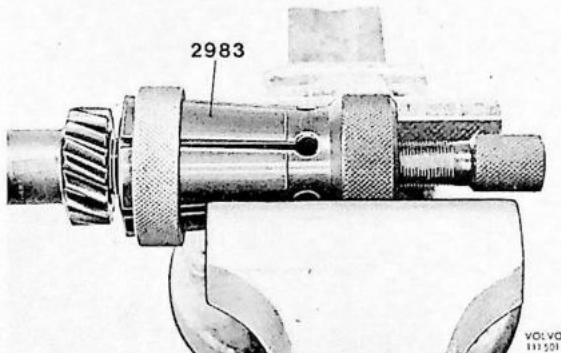
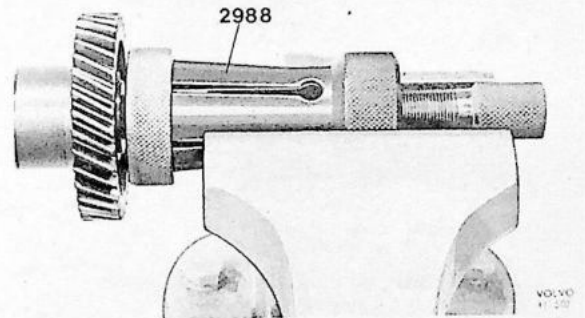

Fig. 3 Verwijderen binnenring achterste lager.
Fig. 4 Verwijderen binnenring voorste lager.
8. De binnenringen van de lagers van het torentandwiel worden verwijderd met behulp van 999 2983 (fig. 3) en 999 2988 (fig. 4).